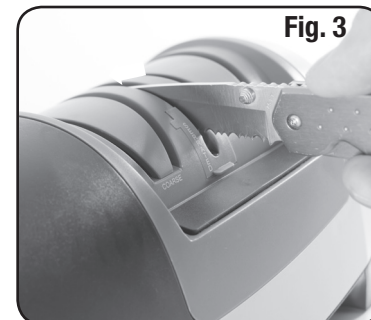

Fig. 3
2. À partir du talon de la lame, retirer la lame de à travers les pierres céramique croisés tandis appliquer de la lumière, pression à la baisse (jamais en arrière). Lorsque vous tirez de votre portion dentée la lame à travers la fente, permettre à la lame de couteau à augmenter et à l'automne que le croisement des stries de la céramique pierres. (Fig. 3).